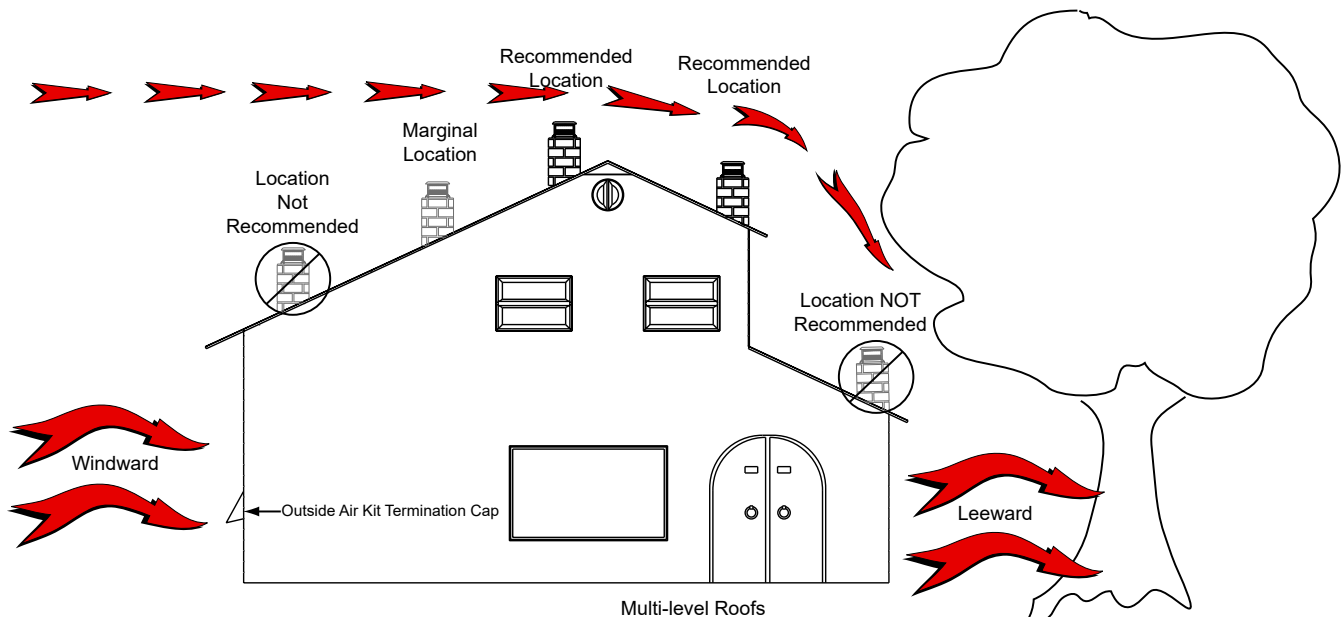

Figure 5.1
2. À l'aide d'une douille ou d'une clé à 3/8, retirez les deux vis avant des supports de palette. Les supports de montage de la palette avant glissent vers l'extérieur loin de l'appareil (**Figure 5.1**).